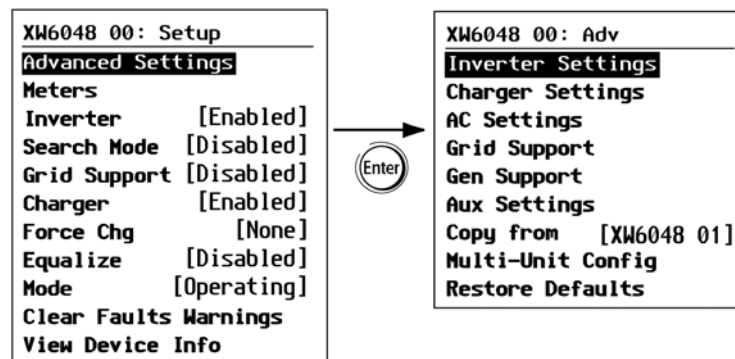

Рис. 3-2 Выбор Advanced Settings (Расширенные настройки)
- ◆ Выделив в меню Setup (Настройка) пункт Basic Settings (Основные настройки) или Advanced Settings (Расширенные настройки), нажмите кнопку Enter. См. Рис. 3-2.